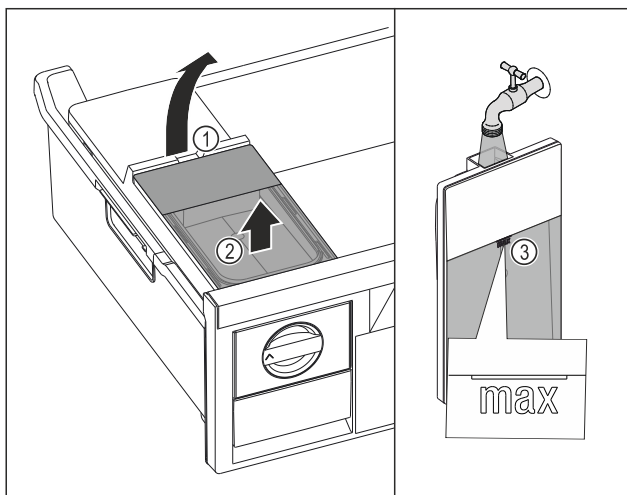

Fig. 81
- Повдигнете резервоара за вода при прореза Fig. 81 (1).
- Извадете резервоара за вода нагоре. Fig. 81 (2)
- Напълнете резервоара за вода до маркировката Fig. 81 (3) с питейна вода.